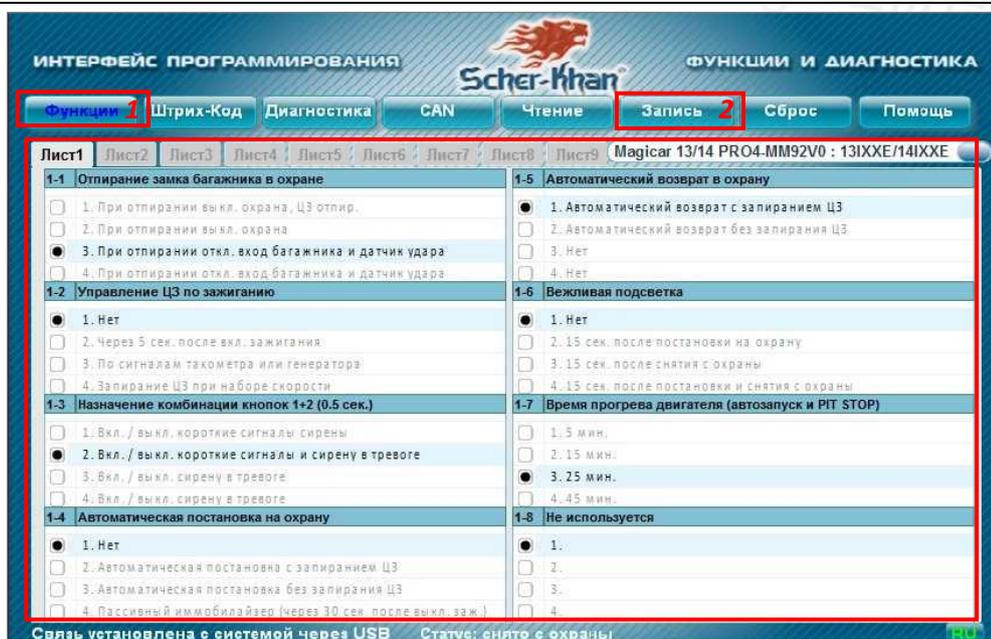

Рис. 7: OpWin - вкладка «Функции»
- запускаем ранее установленную программу **«OpWin»** (см. пункт 2.2.1.) (см. рис. 7)